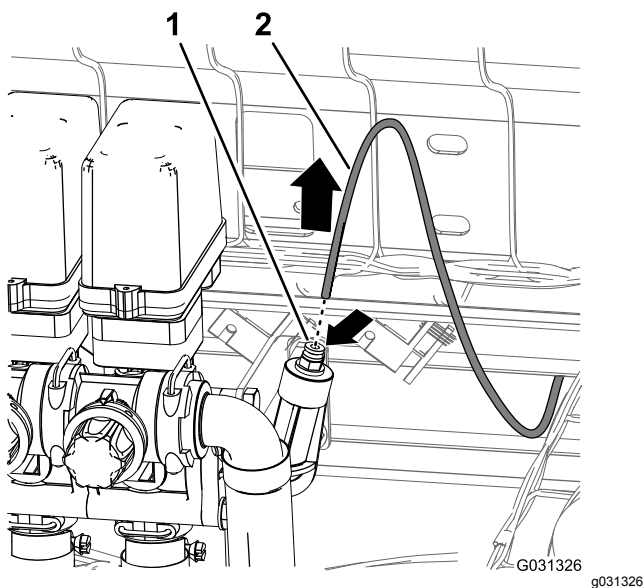

Figura 42
1. Premete sul collare dell'accoppiatore del tubo sul foro di pressione, sul lato destro della valvola di sezione delle barre di destra (Figura 42).
2. Tirate il tubo di rilevamento della pressione per il manometro del cruscotto estraendolo dall'accoppiatore del tubo (Figura 42).